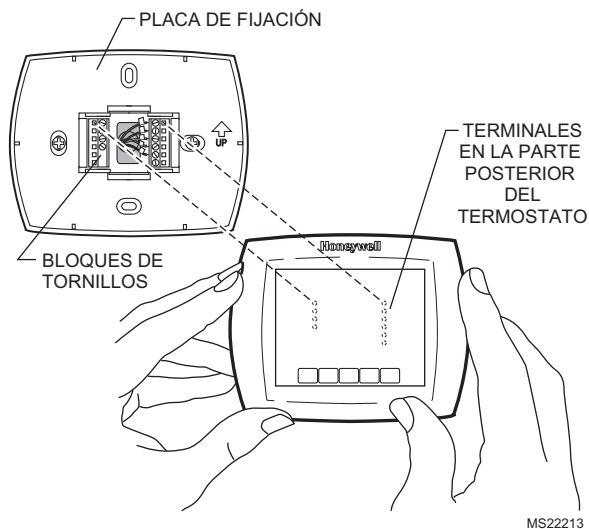

Figura 24. Monte el termostato en la placa de fijación.
1. Alinee los bloques de los tornillos terminales con las puntas en la parte trasera del termostato. Empuje el termostato en la placa de fijación hasta que se fije en su lugar. Vea la figura 24.